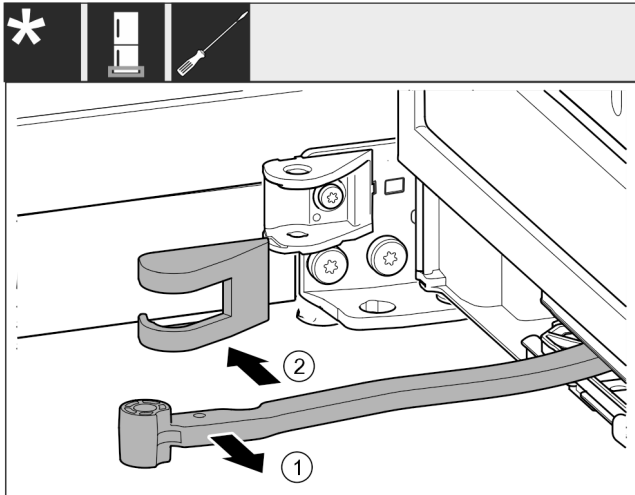

Fig. 18
- Forgassa az ajtó irányába a csuklót Fig. 18 (1).
- Távolítsa el a csapágybak fedelét Fig. 18 (2).